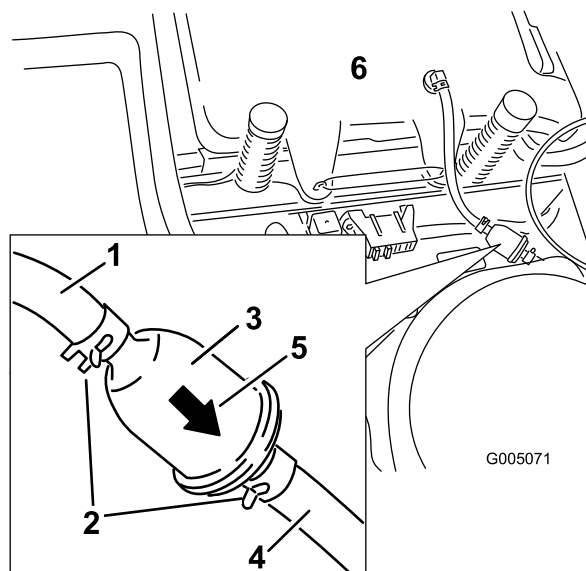

Figure 33
4. Pincez les extrémités des colliers et faites glisser ceux-ci pour les éloigner du filtre (Figure 33).
6. Montez un nouveau filtre en veillant à pointer la flèche indiquant le sens d'écoulement vers le moteur. Rapprochez les colliers de flexibles du filtre (Figure 33) pour le fixer en place.